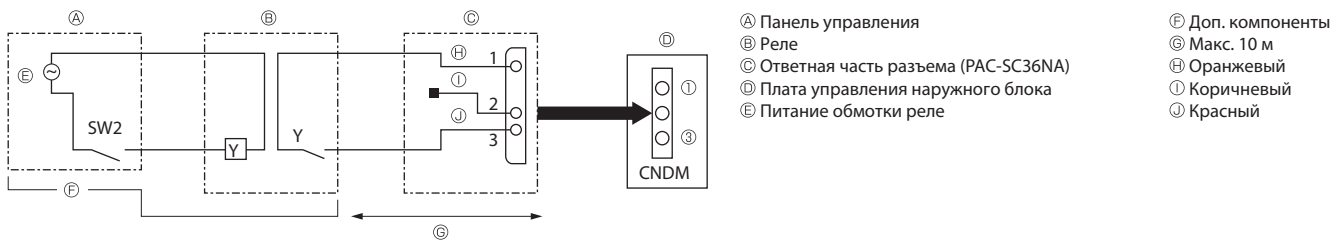

Рис. 2. Управление режимом ограничения производительности
1) Соберите схему, приведенную на рис. 2. Потребуется ответная часть разъема CNDM - PAC-SC36NA (опция).